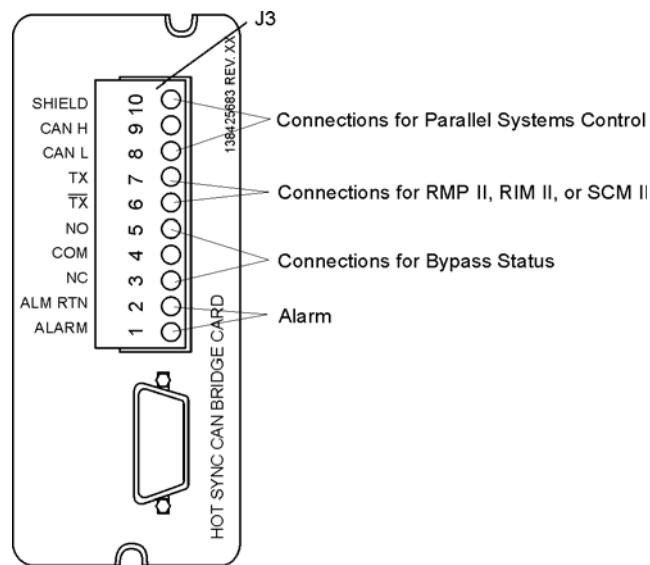
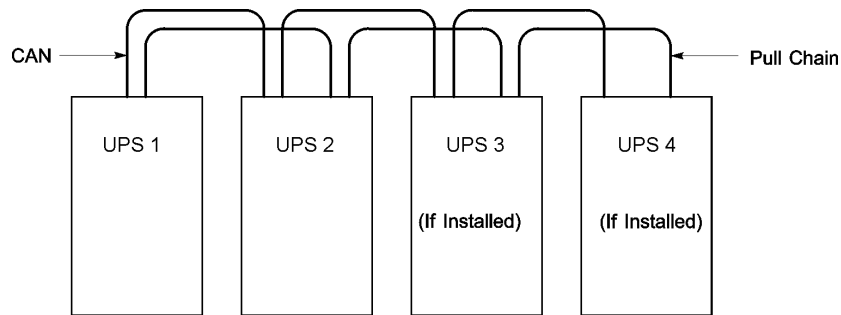
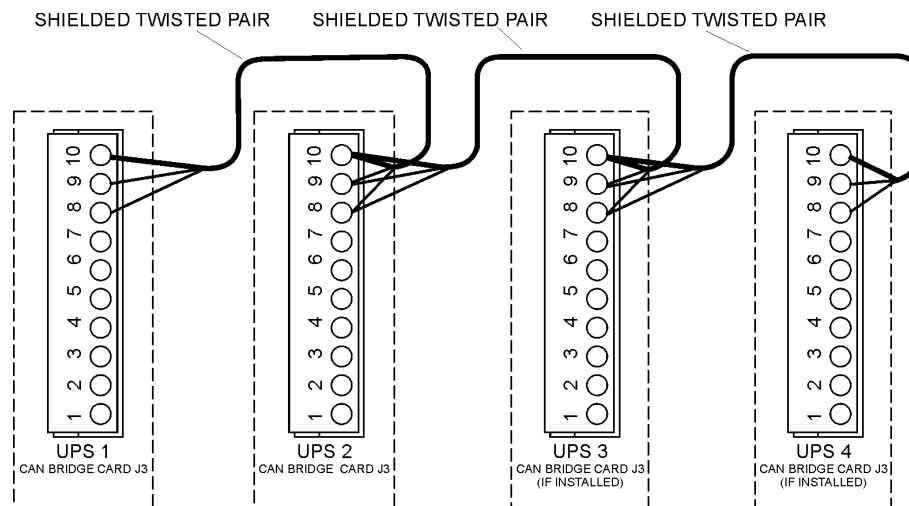

Abbildung 5-2. Hot Sync CAN-Brückenkartenverbindungen
Abbildung5-3. Vereinfachte Schnittstellenverkabelung von CAN und Ziehkette im verteilten Bypass-System
Abbildung5-4. USV-CAN-Verkabelung im verteilten Bypass-System ohne MOBs
Angaben zur Lokalisierung der entsprechenden Anschlüsse auf der Hot Sync CAN-Brückenkarte finden Sie in Abbildung 5-2 und Tabelle 5-1 auf Seite 51.
7. Verlegen und installieren Sie die CAN-Verkabelung zwischen den USV-Schränken. Positionen für den Hot Sync CAN-Brückenkartenanschluss finden Sie unter Abbildung 5-2 und Tabelle 5-1 auf Seite 51 und Abbildung 5-3, Abbildung 5-4 und Verkabelungsinformationen unter Tabelle 5-2 auf Seite 54.